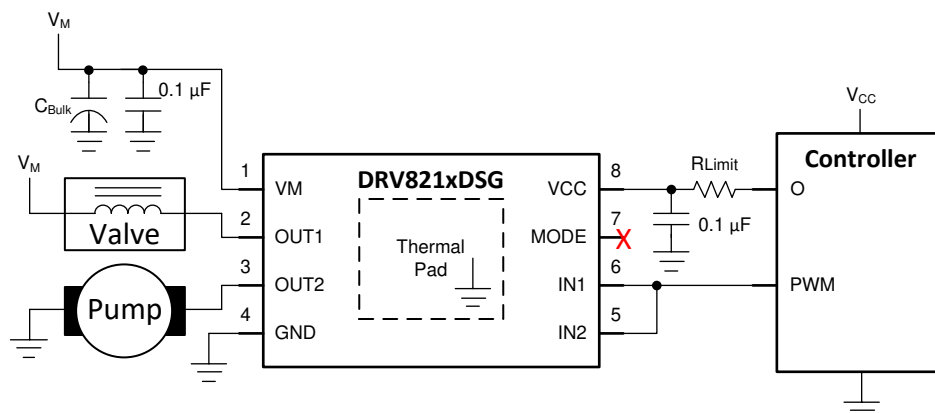

図 6-2. ハーフブリッジ モードを、2 つの負荷用のハイサイドおよびローサイドドライバとして使用する
2. OUT1 と GND の間に DC モーターを接続します。必要に応じて、OUT2 と GND の間に追加の DC モーターを接続します。図については、以下の 図 6-2 を参照してください。